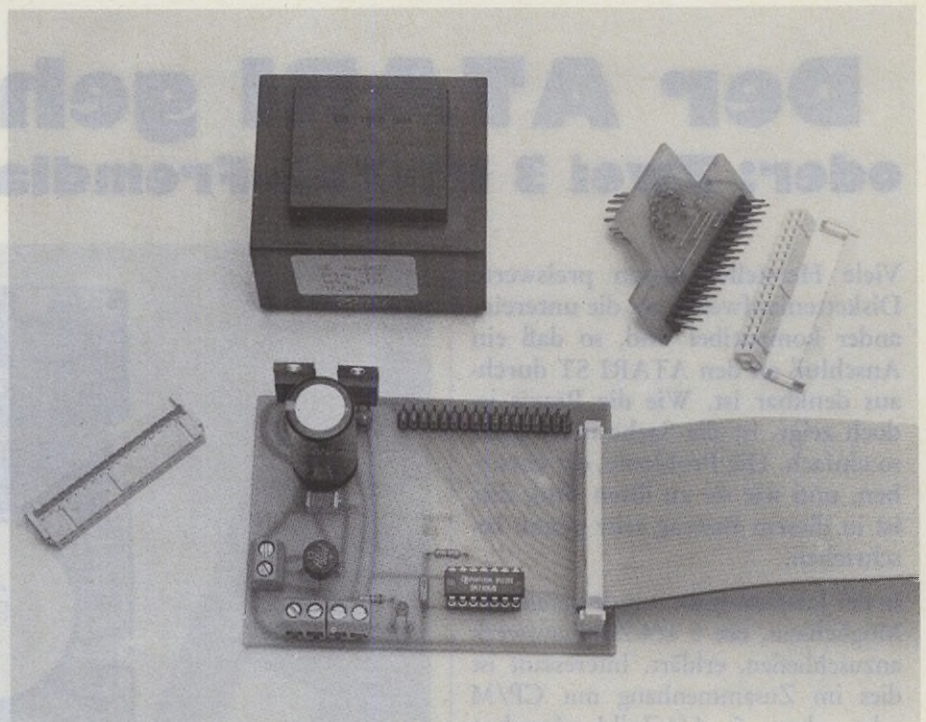

Bild 2: Die beiden Platinen
da bei den 3 1/2-Zoll-Floppies die Pull-up-Widerstände meist nicht mehr steckbar sind, wie z. B. bei unserer 5 1/4-Zoll-Floppy der Januarausgabe. Die sicherste Lösung unseres Problems ist die: wir müssen dem Side-Select (SS)-Signal einen Treiber (Verstärker) spendieren. Zu diesem Zweck haben wir eine kleine Schaltung entwickelt und eine Platine dazu entworfen (siehe Bild), die unser Problem in eleganter Weise löst. Auf der Platine ist nicht nur der Treiber für die SS-Leitung untergebracht, sondern auch noch das Netzteil, das die benötigten Spannungen (+5 und +12 Volt) für zwei Laufwerke liefert. Auf der Platine sind ferner eine Leuchtdiode als Einschaltkontrolle sowie zwei Pfostenstecker, die in Form und Anschlußbelegung mit denen an den Floppies übereinstimmen, vorhanden. Der eine Pfostenstecker wird nun über ein 34-poliges Flachbandkabel mit den zwei Laufwerken verbunden (siehe Bild 2), der andere kann ebenfalls über ein Flachbandkabel mit dem Rechner verbunden werden. Hier begegnen wir dem zweiten Problem, nämlich dieser fremden DIN-Buchse. Aber auch hierfür haben wir eine Platine entworfen (siehe Bild 2), die zwei Fliegen mit einer Klappe schlägt. Einerseits bildet sie